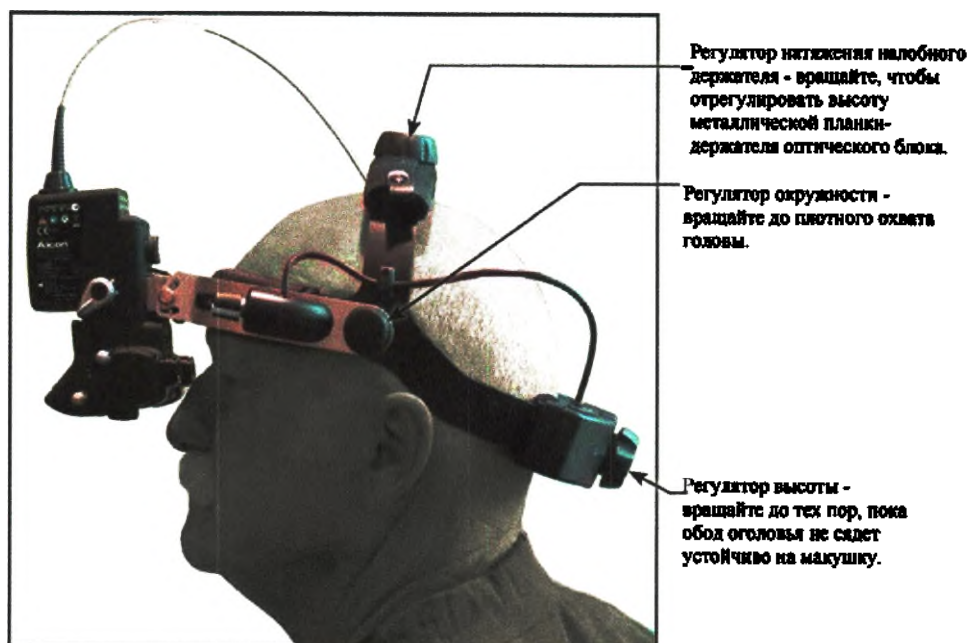

Рисунок 6-12 Регулировка оголовья налобного офтальмоскопа *PurePoint* (Keeler)
2. Поместите офтальмоскоп на голову и отрегулируйте длину окружности и высоту с помощью регуляторов окружности и высоты, чтобы оголовье было надежно закреплено, и при этом удобно сидело на голове (см. рисунок 6-12).